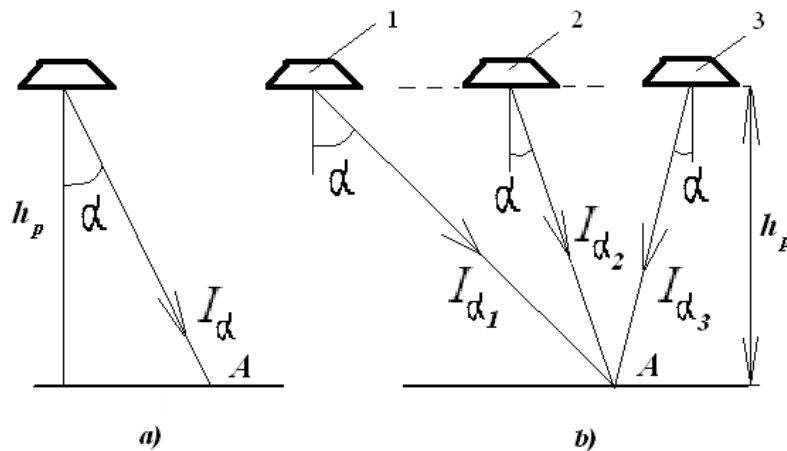

Рис.4. К расчету условной освещенности в точке. а) от одного СП, б) от нескольких СП
где I_{α}^{1000} –сила света от условного источника ($F = 1000$ лм) в направлении расчетной точки (выбирается по кривым силы света (КСС)) [4,7] или по приложению (9), кд; α –угол между вертикалью из точки расположения светильника и линией, соединяющей источник света с расчетной точкой (рис. 4).